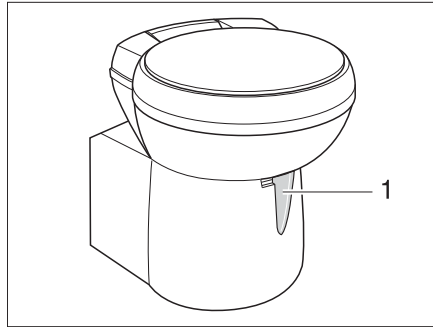

Fig. 296 Taza del inodoro Thetford, basculable
- Antes del lavado, abrir la corredera del inodoro Thetford. Para ello, empujar la palanca de corredera (Fig. 296,1) en sentido contrario a las agujas del reloj.